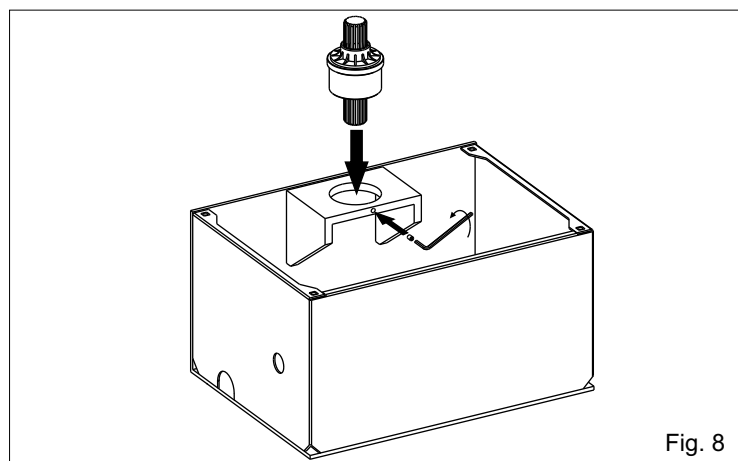

Fig. 8
2.4. Introdurre l'albero scanalato di giunzione sul foro superiore della cassetta portante e fissarlo con l'apposita vite (Fig. 8)